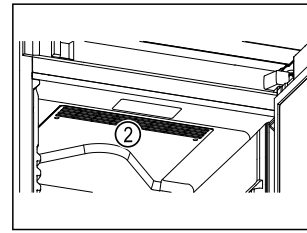

Fig. 63
- ❑ Větrací otvory Fig. 63 (2) oběhového vzduchového čerpadla ve vnitřním prostoru udržujte volné.